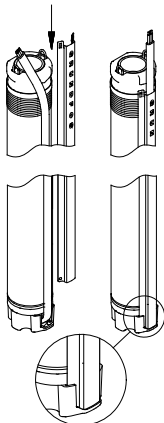

Fig. 8
2. Poziționați camașa cablului în locul special din mufa cablului. Cele două orificii laterale ale scutului cablului trebuie să intre în marginea superioară a mantiei pompei, vezi fig. 8.